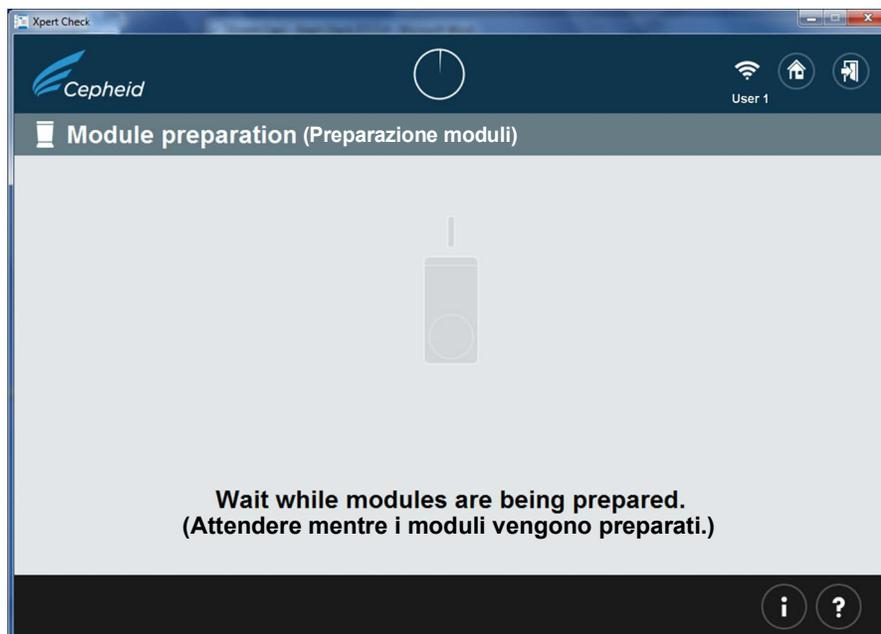

Figura 2-10. Schermata Preparazione moduli (Module preparation)
11. Dopo aver aperto tutti gli sportelli dei moduli, toccare o fare clic sul pulsante con la freccia avanti in basso nella schermata. È possibile che appaia la schermata Preparazione moduli (Module preparation) con il messaggio **Attendere mentre i moduli vengono preparati (Wait while modules are being prepared)** (vedere la Figura 2-10).